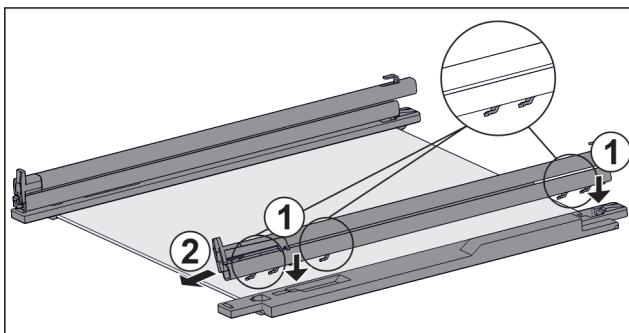

Fig. 46 Skleněná deska s kolejničkami a přídružnými díly
- ▶ Nasadte háčky kolejničky na otvory **levého** přídružného dílu. Fig. 46 (1)
- ▶ Vytáhněte kolejničku dopředu. Fig. 46 (2)
- ▶ Nasadte háčky kolejničky na otvory **pravého** přídružného dílu. Fig. 46 (1)